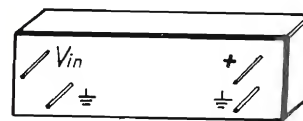

figura 2 - Connessioni del bar-graph IC1.
La figura 1 mostra una «eterodina a zincite» degli anni '20; questa, abbinata al ricevitore a cristallo di galena (figura 2), a mo' di BFO, consentiva di ricevere i segnali telegrafici ad onda persistente (CW) provenienti dai primi trasmettitori valvolari.